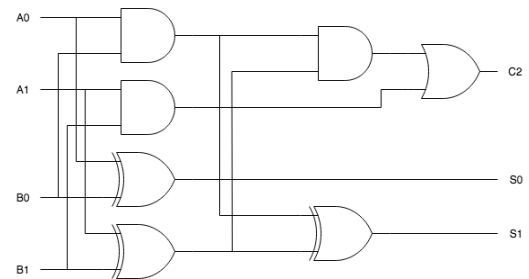

図7 2桁の2進数の加算回路図
3. 2桁の2進数の加算回路の設計真理値表を表9に, 論理式を(12)-(14)に, 回路図を図7に示した.